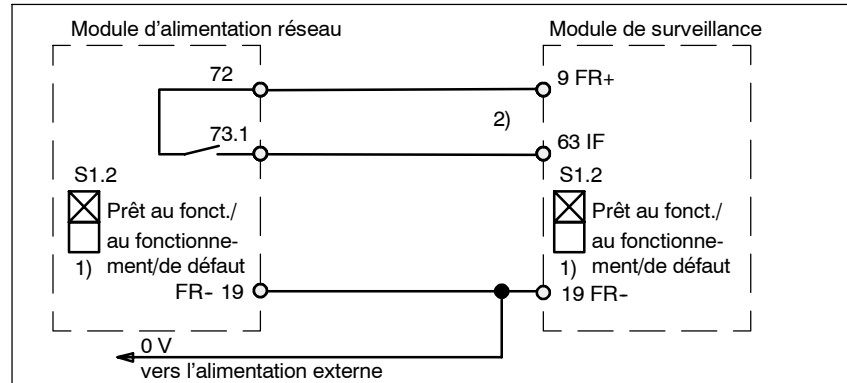

Fig. 8-7 Coupure non temporisée du déblocage des impulsions
- Coupure non temporisée du déblocage des impulsions --> voir fig. 8-7